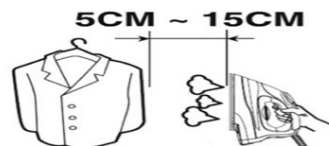

Fig. 6
- Siga o processo de **Ferro a vapor**: Segure o ferro na posição vertical guardando uma distância da peça de roupa entre os 5 e os 15cm. Pressione o botão de vapor (5); será libertado vapor. Esta função é especialmente indicada para eliminar vincos de roupas penduradas e cortinas. Nunca liberte vapor directamente em pessoas. (fig. 6)